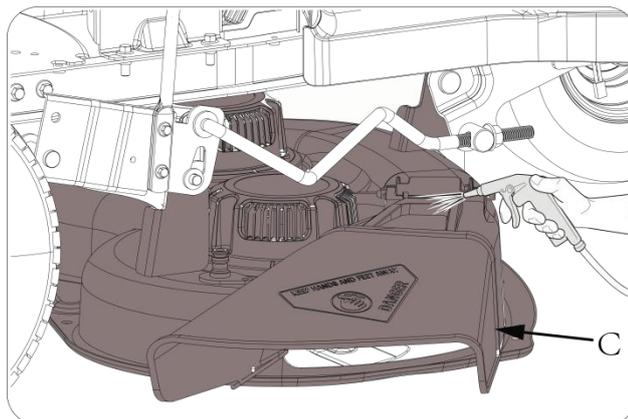

Fig. 5.4
- Nettoyez avec un jet d'air comprimé la partie supérieure de l'ensemble (Fig. 5.4.C).